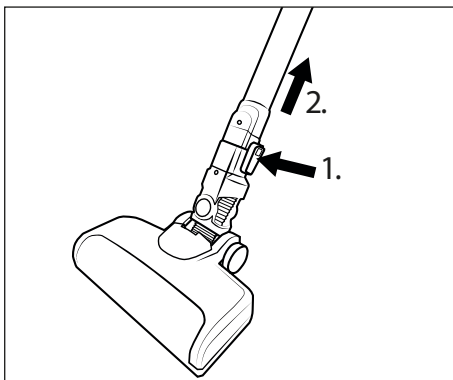

Abb. 12
- ♦ Um die Bodenbürste 22 vom Saugrohr 24 zu entfernen, halten Sie die Bodenbürsten-Entriegelungstaste 23 gedrückt und ziehen Sie das Saugrohr 24 von der Bodenbürste 22 ab (siehe Abb. 12).